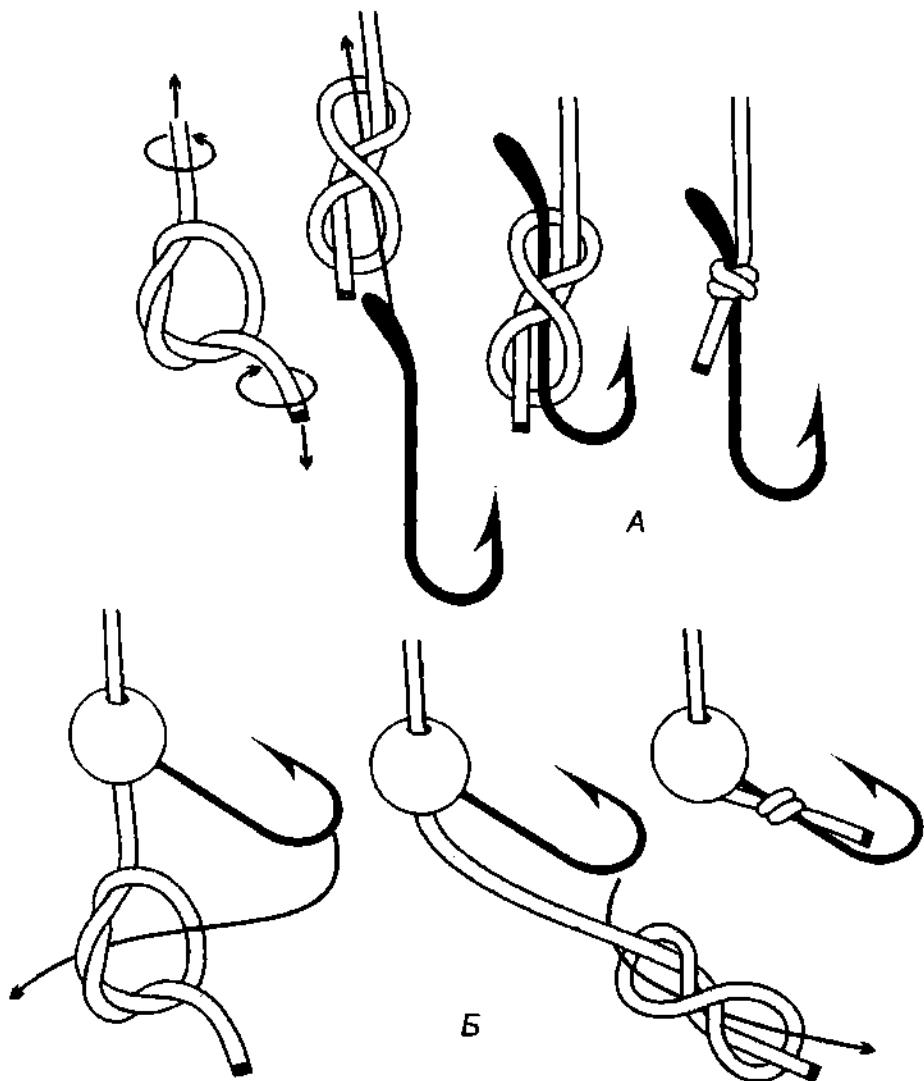

Рис. 741. 1-й способ вязки питонова узла. Питонов узел, завязанный на крючке и мормышке.
**1-й способ вязки питонова узла.** **Питонов узел** вязется из **двойного простого узла** (рис. 741). Если одновременно потянуть оба конца у завязанного **двойного простого узла** в противоположные стороны, узел принимает форму восьмёрки, после чего она одевается на цевёо крючка и затягивается.